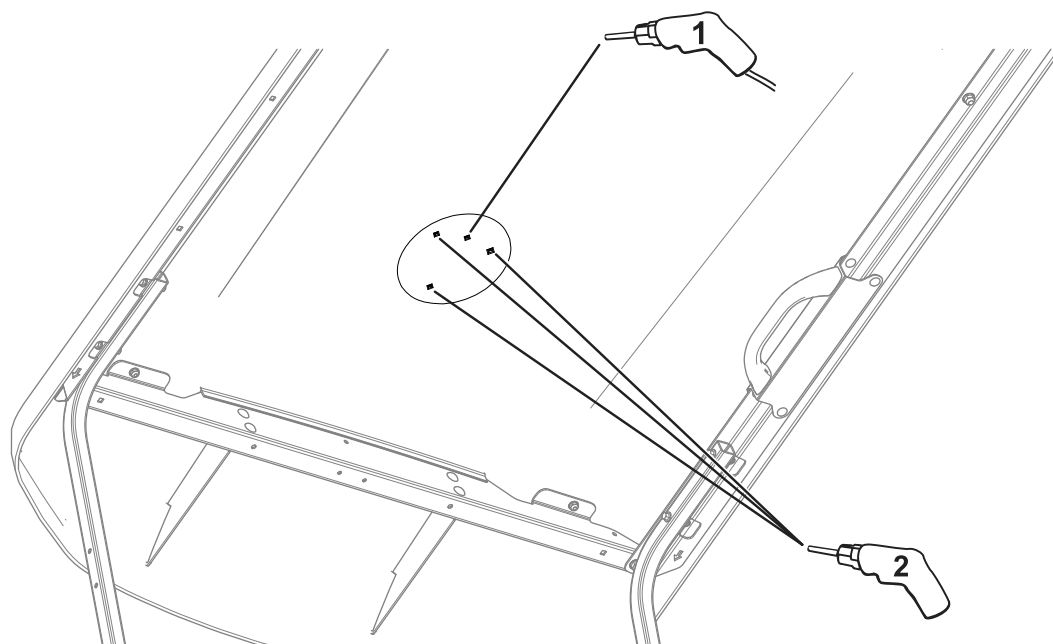

Рисунок 1
2. Просверлите отверстия в углублениях навеса, как показано на рис. Рисунок 1.